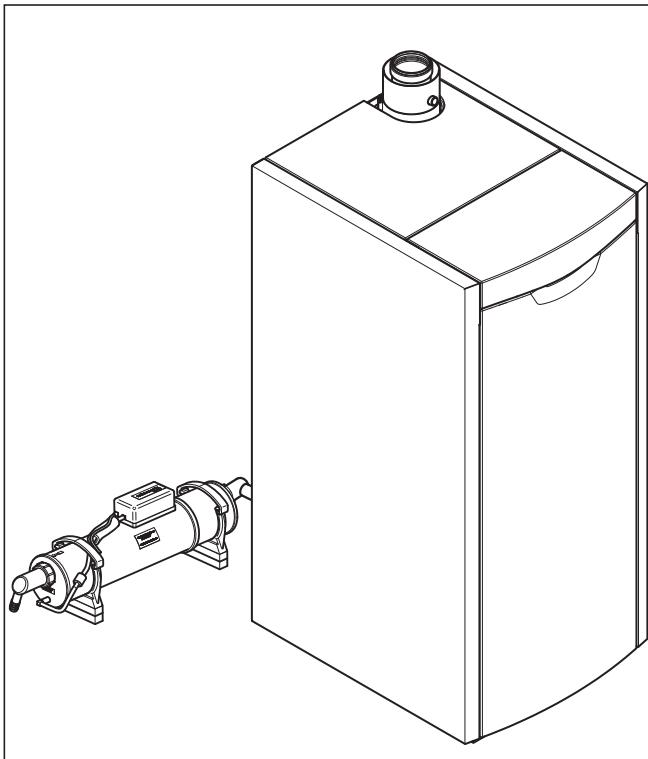

Abb. 3.5 Öl-Neutralisationseinrichtung platzieren (2)
- Stellen Sie die Neutralisationseinrichtung neben oder hinter dem Gerät auf (→ Abb. 3.5).